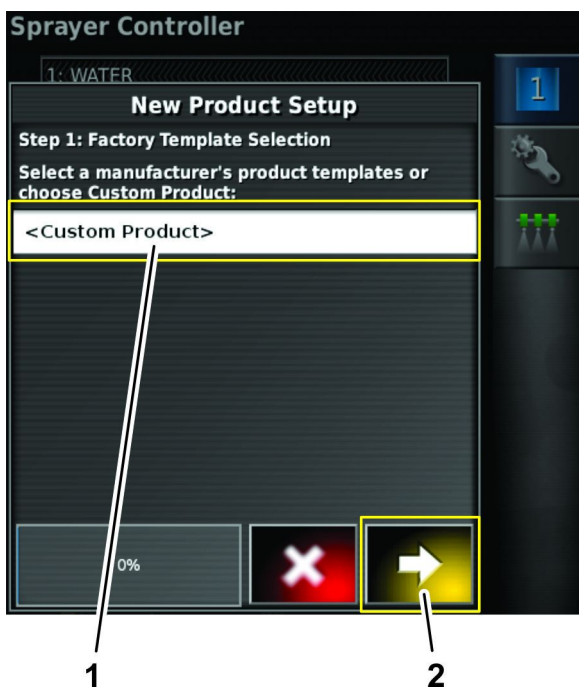

图 28
7. 在新产品设置对话框中的第 1 步按<定制产品>图标然后按下一个图标图 28。